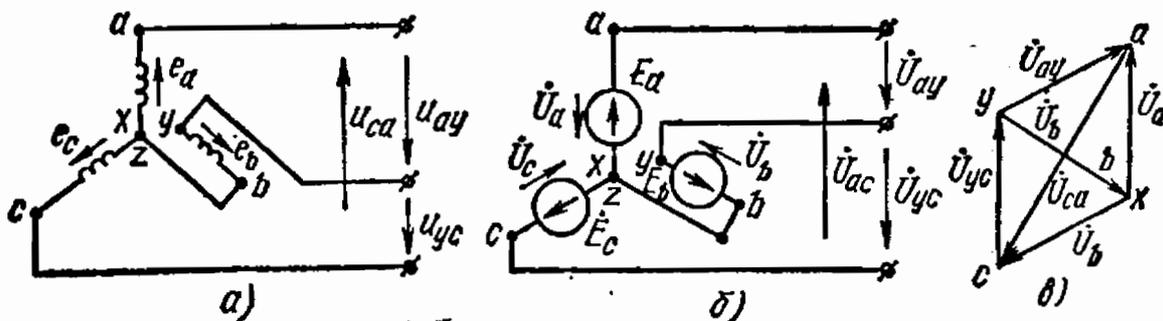

Рис. 6.4
6.4. При соединении вторичных обмоток трансформатора в звезду — одна из его фаз была соединена неправильно (рис. 6.4, а).
Решение. Линейные напряжения U_{ay} , U_{yc} и U_{ca} определяются из уравнений, составленных по второму закону Кирхгофа для схемы (рис. 6.4, б) замещения соединения вторичных обмоток транс-
форматора, или по топографической диаграмме напряжений (рис. 6.4, в):